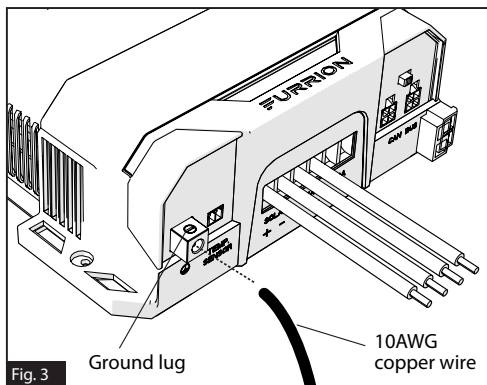

Fig. 3
3. Desserrez la vis de cosse de terre située sur le côté gauche du support de montage. Insérez un fil de cuivre de 10 AWG de cette cosse à la masse du châssis. Serrez fermement la vis de cosse de terre. La force de couple suggérée devrait être de 25 lb-po. (Figure 3)